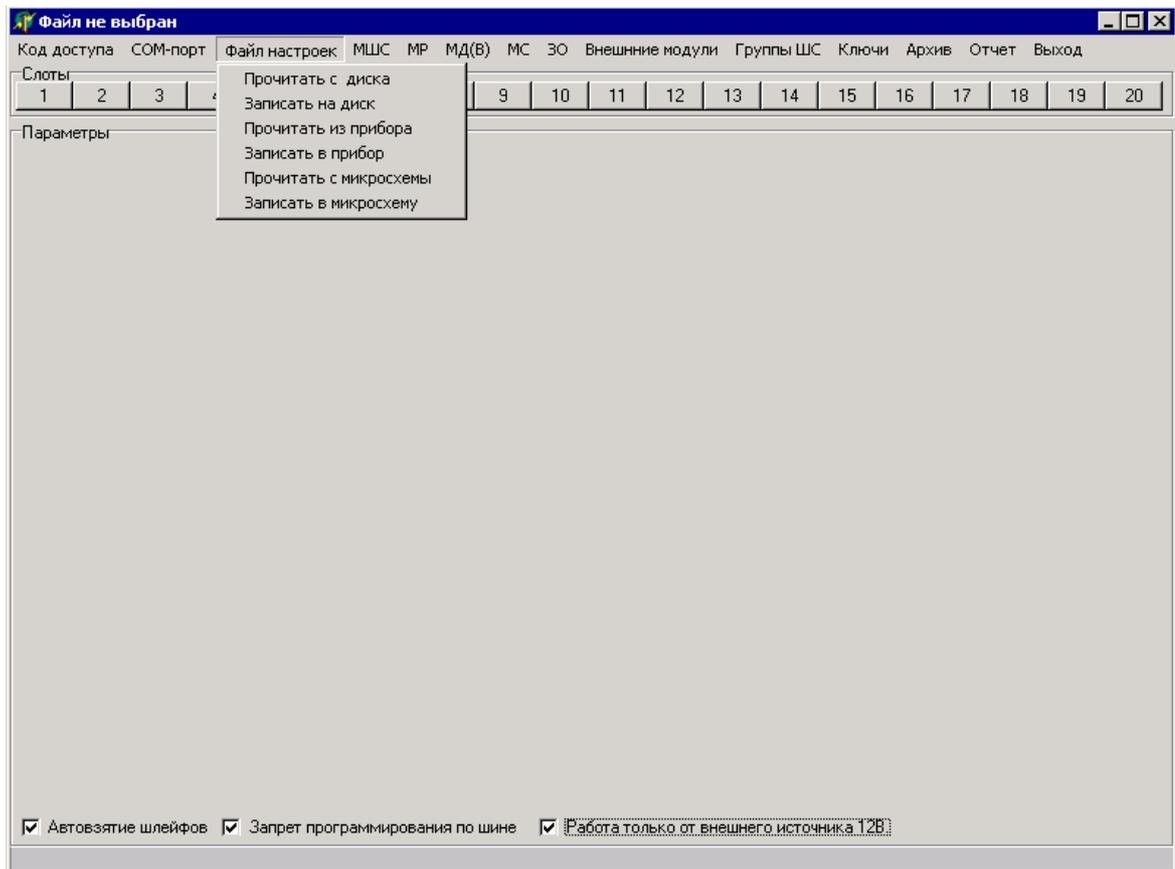

Рисунок 4
2.1.2.4 Программа предназначена для работы в трех режимах (рисунок 4):
2.1.2.5 Для автоматического восстановления охраны шлейфов сигнализации (далее по тексту – ШС) прибора после его перезапуска необходимо в нижней части основного окна программы установить флаг «Автозятие шлейфов» (рисунок 4).
Если питание прибора осуществляется от внешнего источника постоянного тока, необходимо в нижней части основного окна программы установить флаг «Работа только от внешнего источника 12В» (рисунок 4).